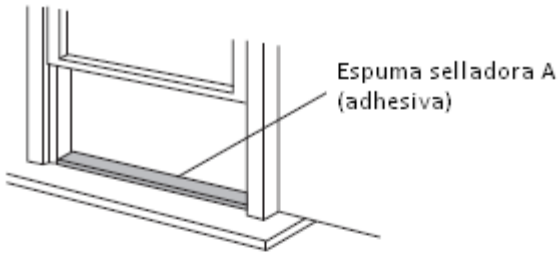

Fig.8
1. Corte la espuma selladora (del tipo adhesiva) a la longitud apropiada y colóquelo en la repisa de la ventana. Fig. 8